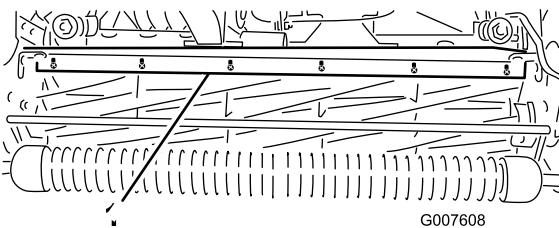

Figura 46
- Desaperte os parafusos que fixam a barra superior (Figura 46) à unidade de corte.